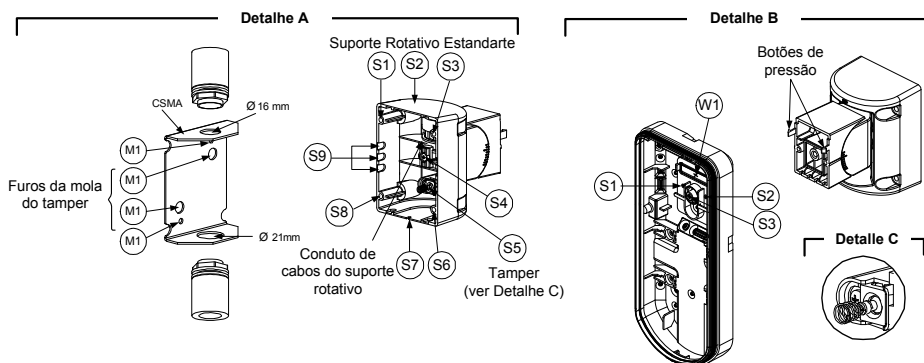

Figura 7
3. Abra os furos pré-marcados na base externa (Figura 7, Detalhe B)
4. No acessório do suporte rotativo remova o furo pré-marcado da fiação do cabo do suporte rotativo requerido S2, S7 ou S9 (Figura 7, Detalhe A).
5. Remova o tampo posterior da base interna (Ver "Trocando a Posição do Tamper Posterior") e conecte-o ao S5 (Figura 7, Detalhe A) no Suporte Rotativo Estandarte.
- a. Insira a fiação do cabo externo através dos furos pré-marcados S2, S7 ou S9 e tire-os (incluindo os cabos do tamper) através do Conduto dos Cabos do Suporte Rotativo (Figura 7, Detalhe B).
**Montagem do Conduto do Suporte Rotativo** (usando Adaptador do Conduto de Metal do Suporte Rotativo – CMSA, Figura 7, Detalhe A)
- d. Insira os cabos externos e os cabos do tamper desde o conduto através do Conduto de Cabos do Suporte Rotativo do suporte rotativo (Figura 7, Detalhe A).
A mola do tamper S5 (figura 7) deve fazer contato com a parede através dos furos das molas do tamper M2 ou M3 no CMSA. Certifique-se de escutar o "Cliques" do tamper ao ser conectado à parede.
7. Insira os cabos do tamper e a fiação do cabo externo do Suporte Rotativo Estandarte através do furo pré-marcado W1 na base externa (Figura 7, Detalhe B).